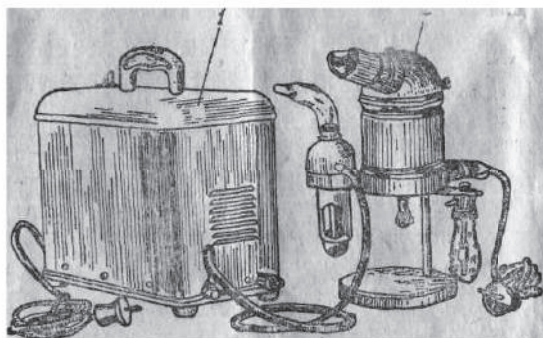

Рис. 1. Общий вид компрессора с распылителями
3. 1. Ингалятор (рис. 1) состоит из мембранного компрессора 1 и комплекта распылителей 2. Из компрессора воздух, свободный от механических примесей, поступает в один из распылителей. Проходя через сопло распылителя, струя сжатого воздуха засасывает лекарственный раствор и распыляет его. Крупные частицы оседают на стенках распылителя и стекают обратно в сосуд, а воздух, обогащенный мельчайшими частицами лекарственного вещества, поступает через наконечник или маску в дыхательные пути больного.
3. 2. 3. Пуск электродвигателя осуществляется с помощью пускателя, расположенного сверху на кожухе компрессора (рис. 1).